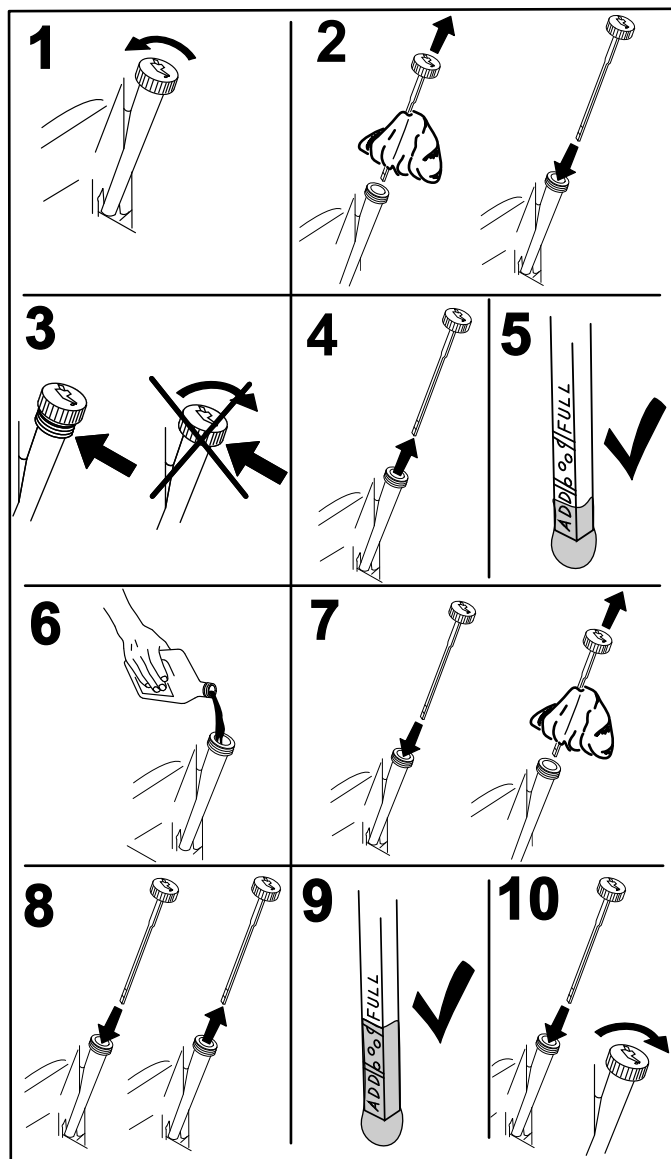

Figura 43
2. Pare el motor, retire la llave y espere a que se detengan todas las piezas en movimiento antes de abandonar el puesto del operador (Figura 43).